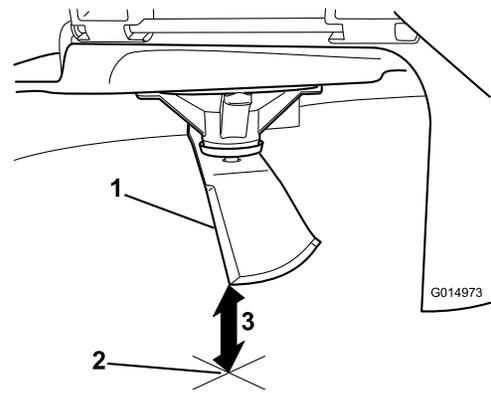

Figure 88
3. Mesurez la distance entre la pointe de la lame et la surface plane (Figure 88).